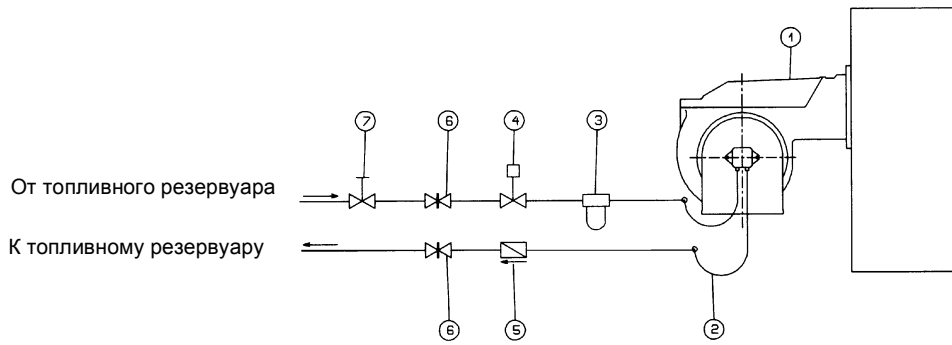

Рис. 5
- Убедиться, что краны подачи топлива (№ 7 на Рис. 5) открыты;